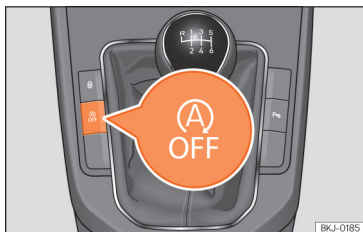

Fig. 85 Consola central: botão do sistema Start-Stop.
- Para desligar/ligar manualmente o sistema Start-Stop, pressione o botão >>> **Fig. 85**